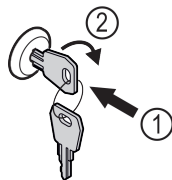

Fig. 129
- ▶ Sleutel erin duwen. Fig. 129 (1)
- ▶ Sleutel 90° rechtsom draaien. Fig. 129 (2)